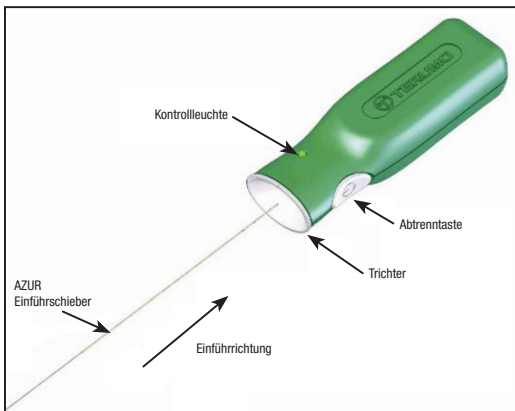

Abbildung 4 – Überprüfen des AZUR Abtrennreglers
12. Den Beutel mit dem AZUR Gefäßverschlusskörper öffnen und die Dispenser-Spirale aus dem Beutel nehmen. Bevor das Produkt benutzt wird, den Keil aus der Dispenser-Spirale entfernen. Das AZUR Gefäßverschlusskörper-Implantat und die Einführhilfe an Ort und Stelle belassen und den Einführschieber aus der Dispenser-Spirale ziehen, sodass das proximale Ende des Einführschiebers freiliegt. Darauf achten, dass dieses Ende des Einführschiebers nicht mit Fremdstoffen wie Blut oder Kontrastmittel verunreinigt wird. Das proximale Ende des Einführschiebers fest in den Trichterabschnitt des AZUR Abtrennreglers einführen (siehe Abbildung 4). **Zu diesem Zeitpunkt nicht den Abtrennknopf drücken.**
31. Das proximale Ende des Einführschiebers mit dem AZUR Abtrennregler verbinden, indem das proximale Ende des Einführschiebers fest in den Trichterbereich des AZUR Abtrennreglers eingebracht wird (siehe Abbildung 4).